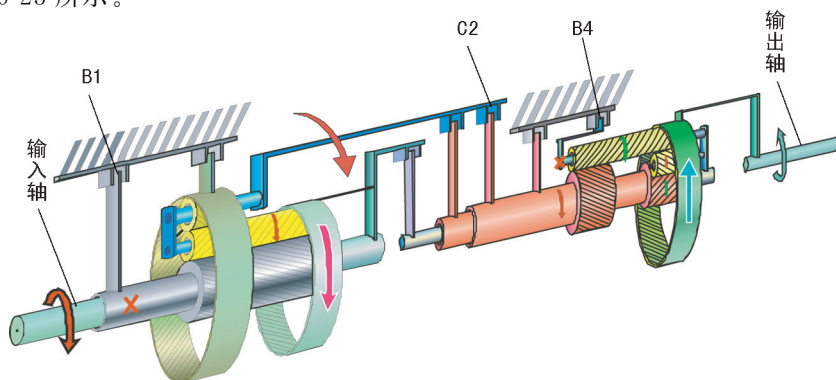
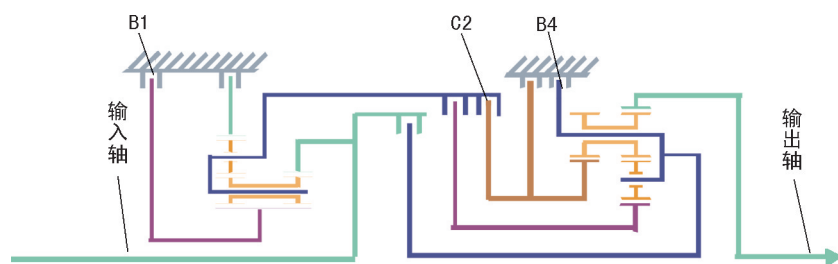

图 2-6-22 R2 档传动示意
图 2-6-23 R2 档传动原理
2) 后组拉维娜行星排。离合器 C2 接合，后排大太阳轮顺转输入，制动器 B4 制动了行星架，长行星轮与大太阳轮外啮合反转将动力传给输出齿圈，输出齿圈再次减速反转输出（后组减速）。最终 R2 档比 R1 档输出速度有所加快。R2 档传动示意如图 2-6-22 所示。R2 档传动原理如图 2-6-23 所示。